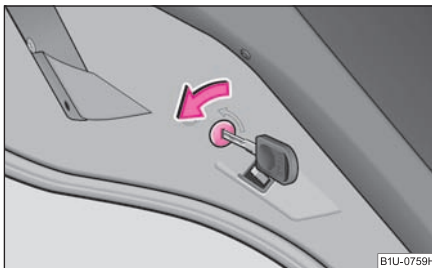

Fig. 31 Seguro para niños en las puertas traseras
- Gire con la llave del vehículo la ranura en la puerta trasera en sentido de la flecha ⇒ fig. 31.